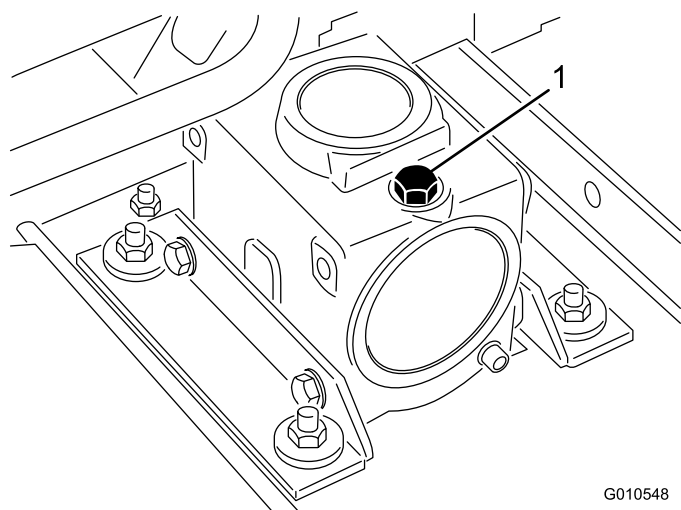

図 13
2. ギアボックスの上部についているディップスティック兼給油プラグ(図13)を取り、オイルの量が、ディップスティックについている2本のマークの間にあることを確認する。油量が少なければ2本のマークの中間まで補給する。